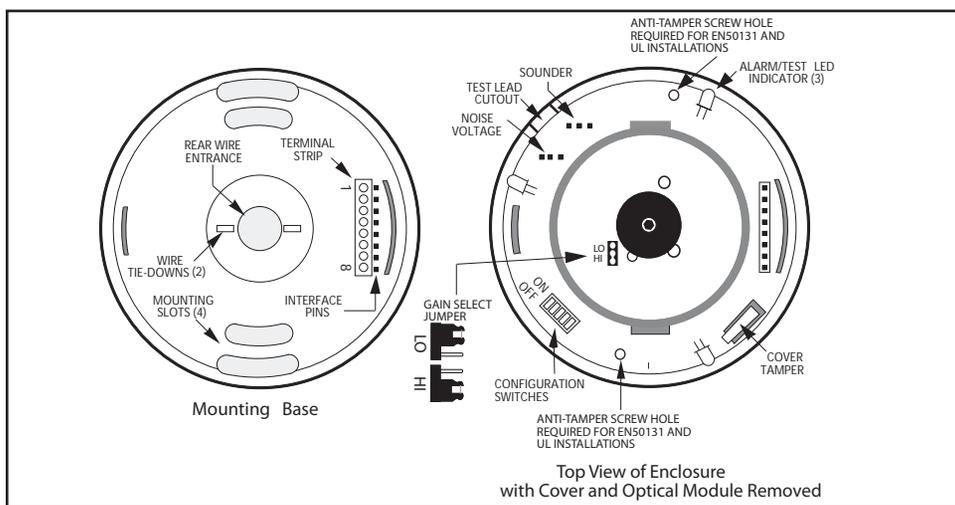

Figure 2.3: Overview
Un dispositif de type Sonalert (sirène) déclenche un signal sonore lorsque l'appareil est armé. Parmi les trois broches de connecteur disponibles, la broche centrale est positive (+) par rapport aux deux broches externes (les broches externes sont communes (-)). Reportez-vous à la Figure 2.3. La sirène est utilisée uniquement pour faciliter le test de la détection durant l'installation.
3. Route wiring as necessary to the rear of the base and through the center hole. Refer to Figure 2.3.
Le DS938Z offre la possibilité de sélectionner le gain vidéo en fonction de l'environnement à protéger. Le cavalier de sélection du gain se trouve sous le module optique. Voir *Figure 2.3*.
The DS938Z permits selection of the signal gain depending upon the environment to be protected. The gain select jumper is located under the optical module. Refer to *Figure 2.3*.
central. Voir *Figure 2.3*.
The use of a Sonalert type device (sounder) will provide an audible tone during the time the unit is in alarm. Of the three available connector pins, the center pin is positive (+) with respect to either outside pin (outside pins are common (-)). Refer to *Figure 2.3*. Use of the sounder is intended only as an aid for walk testing during installation.